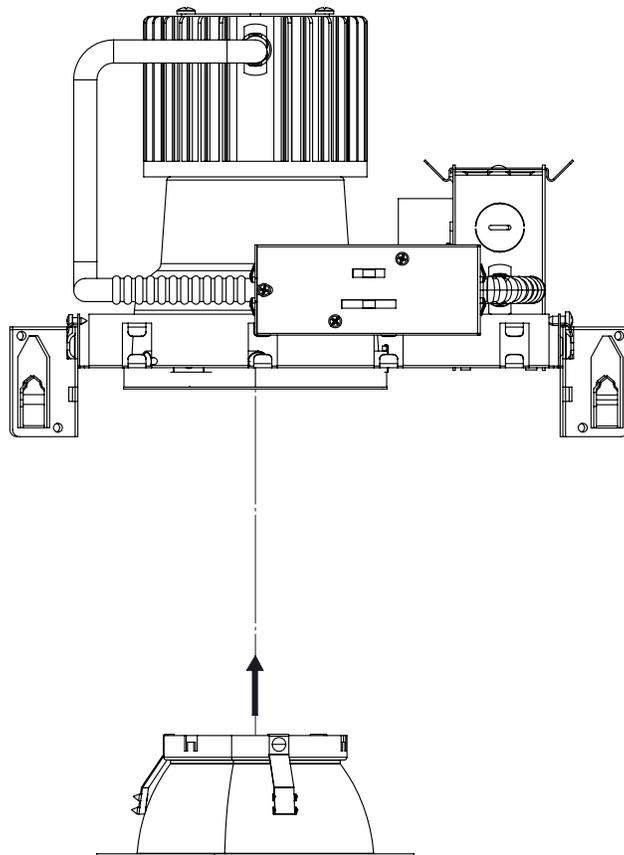

Figure 14
8. Si le déflecteur n'est pas de la couleur souhaitée, retirez le déflecteur actuel en le tirant des deux mains et installez le déflecteur souhaité (Fig. 14).
10. If baffle is not the desired color, remove the current baffle by pulling it with both hands, and install the desired baffle (Fig. 14).
10. Si le déflecteur n'est pas de la couleur souhaitée, retirez le déflecteur actuel en le tirant des deux mains et installez le déflecteur souhaité (Fig. 14).